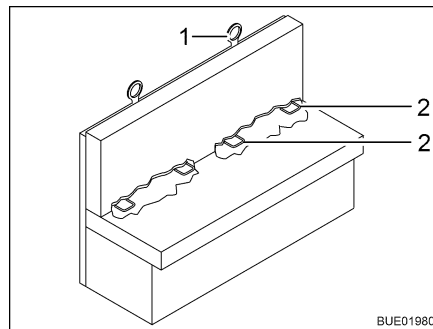

Fig. 24 Sécurité enfant Isofix
Quand le véhicule est équipé d'une sécurité enfant Isofix, les sièges appropriés portent un symbole Isofix. Ces sièges possèdent un étrier de fixation (Fig. 24,2) et un point d'ancrage supplémentaire en haut sur l'accoudoir (Top Tether) (Fig. 24,1). Utiliser des systèmes de retenue pour enfants compatibles avec Isofix. Les systèmes de retenue pour enfants possèdent des bras encliquetables qui s'enclenchent dans les étriers de fixation du siège.
- Fixer si possible de plus le siège pour enfant au Top Tether (Fig. 24,1).